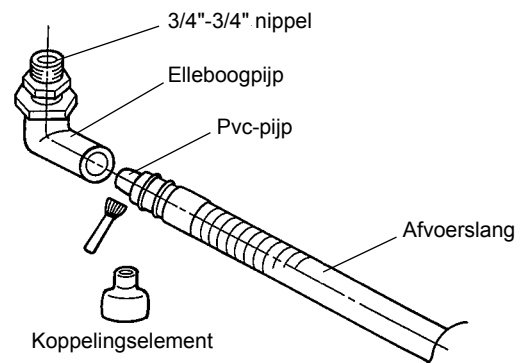

Fig. 7
- 5) Gebruik een pijpkoppelingsmengsel (voor pvc) om de afvoerslang samen met de pvc-pijp (accessoire) aan te sluiten op de elleboogpijp zoals aangegeven in fig. 7. De slang kan zondig op lengte worden gesneden voor een passende aansluiting op de hoofdafvoer.